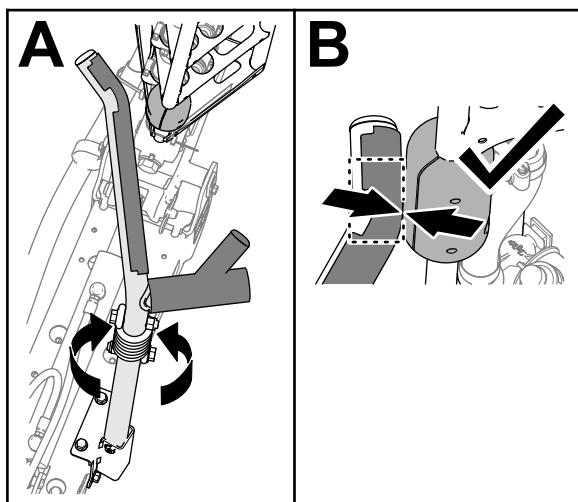

Figure 117
4. Tournez le berceau jusqu'à ce que le coude du tube soit en face du bloc coulissant sur le tube supérieur de la rampe extérieure (Figure 117).
**Remarque:** Les blocs doivent toucher le berceau au niveau du coude du tube supérieur (Figure 117).